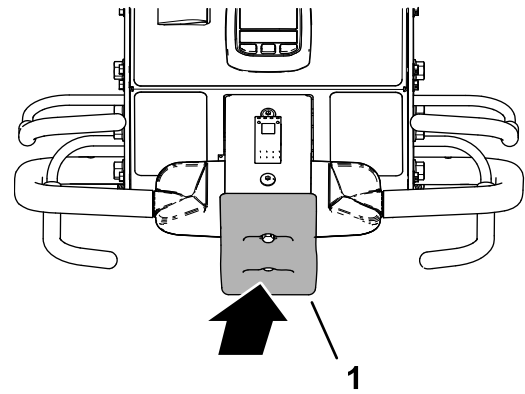

Figure 85
**Important:** Pour arrêter immédiatement la machine, appuyez sur le contacteur de butée (Figure 85).